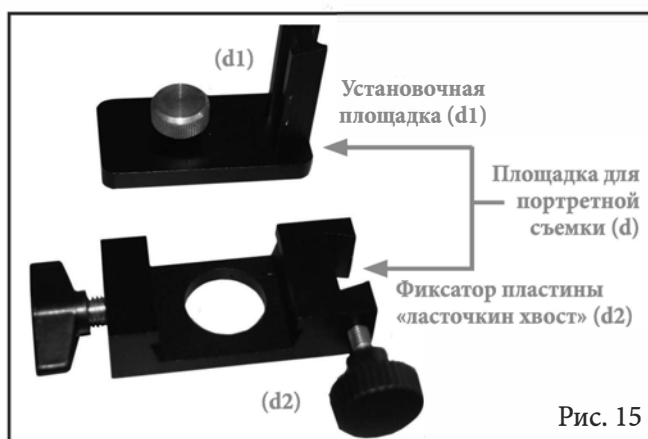

Рис. 15
2. Разъедините установочную площадку (d1) и фиксатор пластины «ласточкин хвост» (d2), как показано на рис. 15.